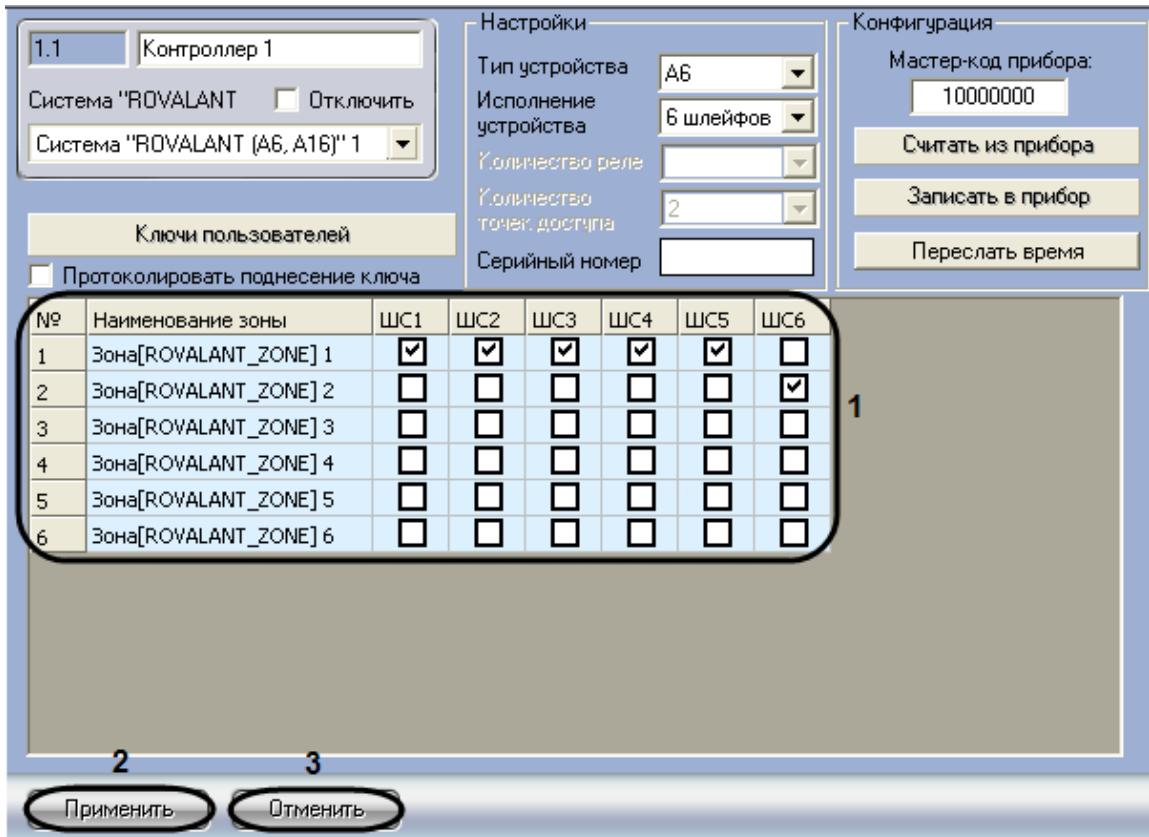

Рис. 3.3—4 Объединение шлейфов сигнализации в зоны охраны
1. Перейти на панель настроек объекта **Контроллер** (Рис. 3.3—4).
2. В поле **1** для каждого объекта **Зона** в столбце **Наименование зоны** установить флажки в столбцах **ШС**, соответствующие существующим объектам **Шлейф**, которые попадут в данную зону охраны (см. Рис. 3.3—4, **1**).
3. Для сохранения изменений нажать кнопку **Применить** (см. Рис. 3.3—4, **2**).
*Примечание. Для отмены изменений необходимо нажать кнопку **Отменить** (см. Рис. 3.3—4, **3**).*